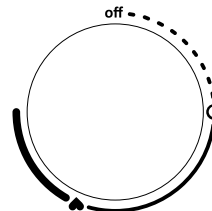

Рис. 8
4. На входной патрубок обозначенный голубым цветом и стрелкой направления течения воды накрутите предохранительный клапан так, чтобы течение воды совпадало с направлением стрелки на корпусе клапана. На отверстие сброса давления предохранительного клапана (см. рис.8) оденьте дренажную трубку* для отвода воды (возможно появление при нагревании) в канализацию.